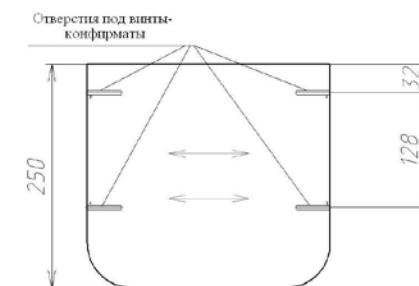

Рис.6 Разметка отверстий под конфирматы на полках
1. Прикрепить к боковинам стола (4, 6), перегородке (5) и цоколю подставки (17) подпятники (26) гвоздями (31) к торцам, с нижней стороны на расстоянии 50мм от края.
2. Прикрепить крепежные уголки (29) саморезами 4x16 (33), как показано на рисунке 1, по имеющейся на боковинах (4, 6), перегородке (5) и царге (10) разметке.
3. Установить при помощи саморезов 3,5x12 (30) направляющие (28) выдвижных ящиков на боковину левую (6) и перегородку (5), направляющие (32) полки для клавиатуры установить на перегородку (5) и боковину правую (4).
4. По разметке (рисунок 6) сделать проколы в местах отверстий под конфирматы на полках (3).
5. Собрать отдельно верхнюю часть стола и нижнюю часть стола по рисункам 1 и 2 при помощи винтов-конфирматов (21).
6. Установить собранную верхнюю часть стола на собранную нижнюю часть стола. Прикрепить крепежные уголки (29) к столешнице (1) при помощи саморезов 4x16 (33), по имеющейся на столешнице (1) разметке.